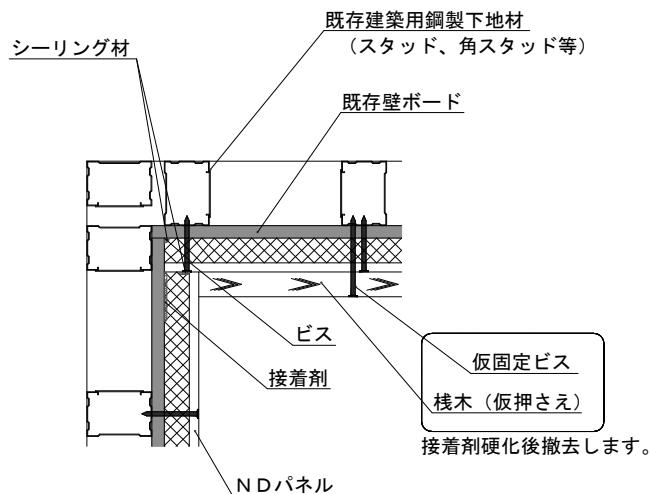

図7 壁一壁の入隅部納まり図（例）
① 入隅納まり図（例）[壁一壁]
- ・図7のように一方の壁面の端部は、ビスで建築用鋼製下地材に固定できるが、もう片方の面の端部には下地材がなくビス固定ができない場合は、接着剤を使用して下地ボード面に固定します。なお、接着剤が硬化するまで、桟木等を使い仮押さえをしてください。